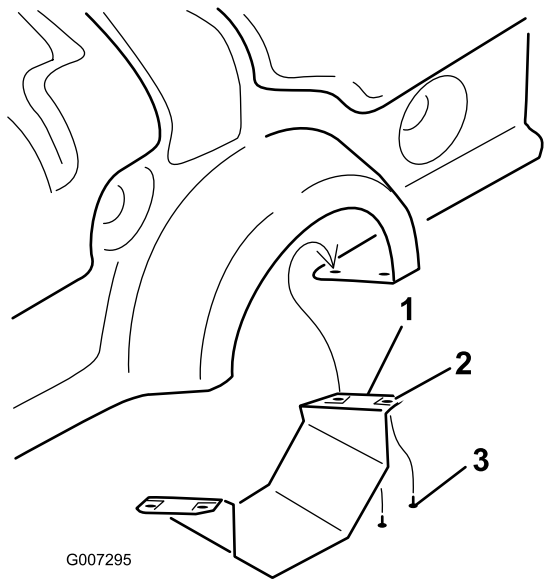

图10
1. 仅限 ProCore 864 卸下 PTO 护罩 图10。